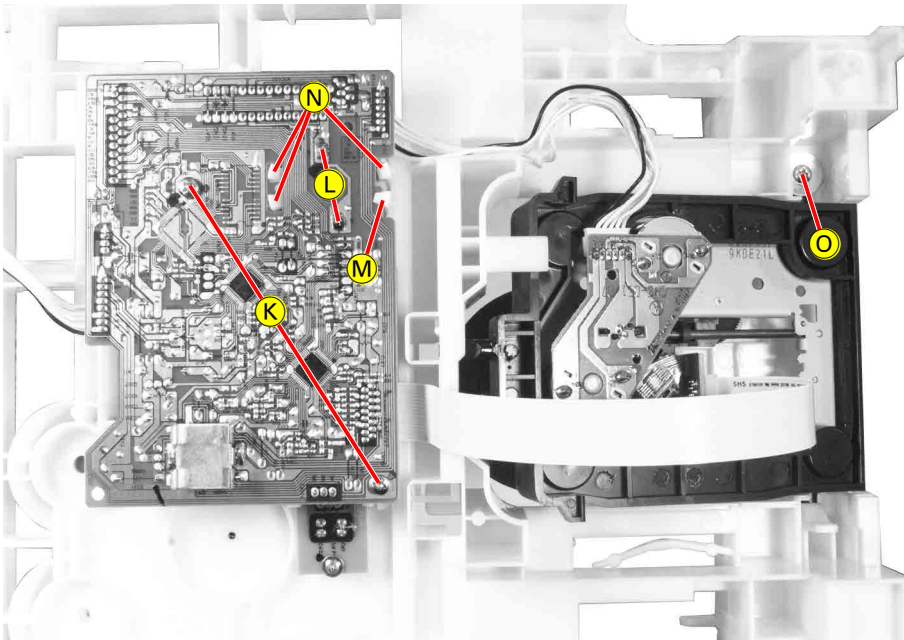

Fig. 9
- 3 Rastnase (N) (Fig. 9) austrasten und Motor herausnehmen.
- 2 Schrauben (K) (Fig. 9) herausdrehen.
- 2 Motorlötstellen (L) (Fig. 9) auflöten.
- Rastnase (M) (Fig. 9) austrasten und Leiterplatte abnehmen.
- Schraube (O) (Fig. 9) herausdrehen.
- Disengage 3 hooks (N) (Fig. 9) and remove the motor.
- Undo 2 screws (K) (Fig. 9).
- Unsolder 2 motor solder joints (L) (Fig. 9).
- Disengage hook (M) (Fig. 9) and remove the PCB.
- Undo screw (O) (Fig. 9).